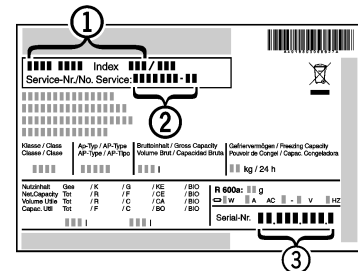

Fig. 13
- ▶ Consulte la denominación del aparato *Fig. 13 (1)*, el nº de servicio *Fig. 13 (2)* y el nº de serie *Fig. 13 (3)* en la placa de identificación. La placa de identificación se encuentra en la parte interior izquierda del aparato
- ▶ Informe al servicio postventa indicando la falla, la denominación del aparato *Fig. 13 (1)*, el nº de servicio *Fig. 13 (2)* y el nº de serie *Fig. 13 (3)*.